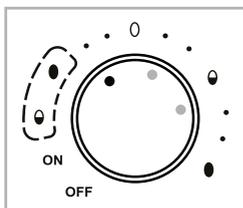

Fig. 2
- Selectați **punctul** din stânga din zona corespunzătoare (a se vedea fig. 2) dacă